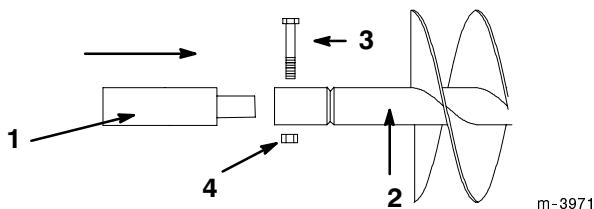

Abbildung 6
7. Wenn zusammen mit dem Bohrer eine Verlängerung verwendet wird, das Ende der Verlängerung in das Ende des Bohrers stecken und den Bohrer mit 11,5 cm (7/8"-9 x 4-1/2")-Schraube und 7/8"-9-Mutter am Antriebskopf befestigen (Abb. 6).